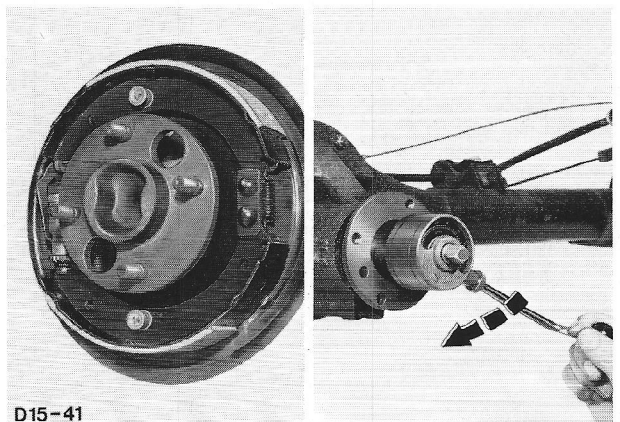

Fig.112 Meet het draaiend koppel van de achterbrug met voorspanningsmeter 15-041 (remtrommels verwijderd).
- Plaats de voorspanningsmeter 15-041 op de flensmoer en meet het totaal draaiend koppel van de achterbrug. Doe dit door het pignon gelijkmatig rond te draaien en tegelijkertijd de meter af te lezen. Noteer de gevonden waarden bijv. 1,8 Nm (18 kg.cm) (15.6 lb.in.) (fig.112).